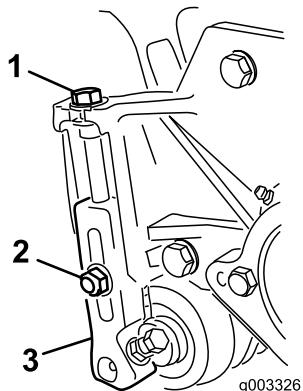

Bild 23
1. Lösen Sie die Sicherungsmuttern, mit denen die Schnitthöhenarme an den Seitenplatten des Mähwerks befestigt sind (Bild 23).